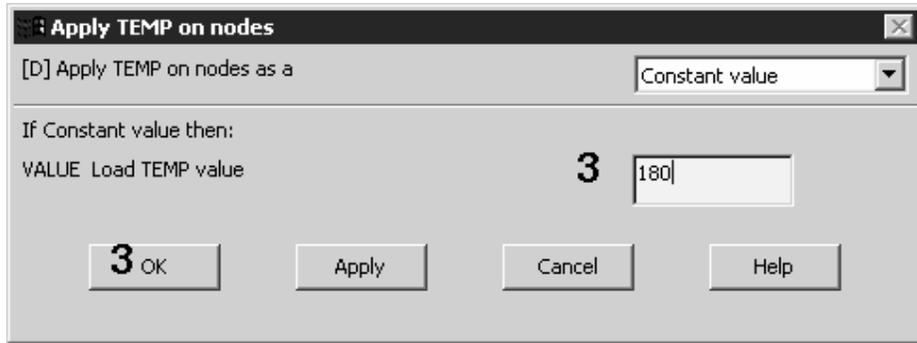

图 12.20 定义管道内表面的温度
2. 选取菜单路径 Main Menu | Solution | Define Loads | Apply | Thermal | Temperature | On Nodes, 将弹出 Apply TEMP on Nodes (给节点施加温度载荷)拾取对话框, 单击对话框中的 **Pick All** 按钮。将弹出 Apply TEMP on Nodes (施加节点温度)对话框, 如图 12.20 所示。